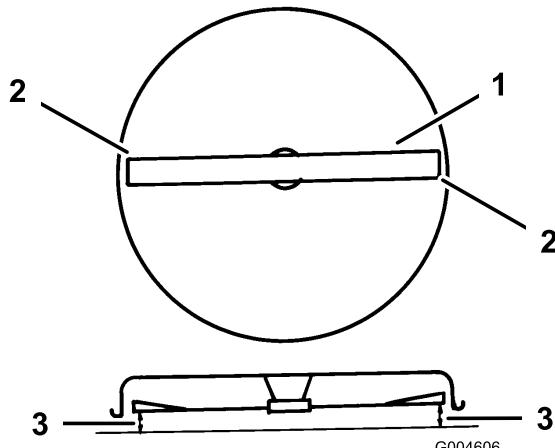

Figura 44
9. Ruotate con cautela la lama da un lato all'altro (Figura 44).
10. Misurate la distanza tra i taglienti esterni e la superficie piatta (Figura 44). Se entrambe le misurazioni non sono comprese in 5 mm, regolatele; vedere le fasi 11 a 14.